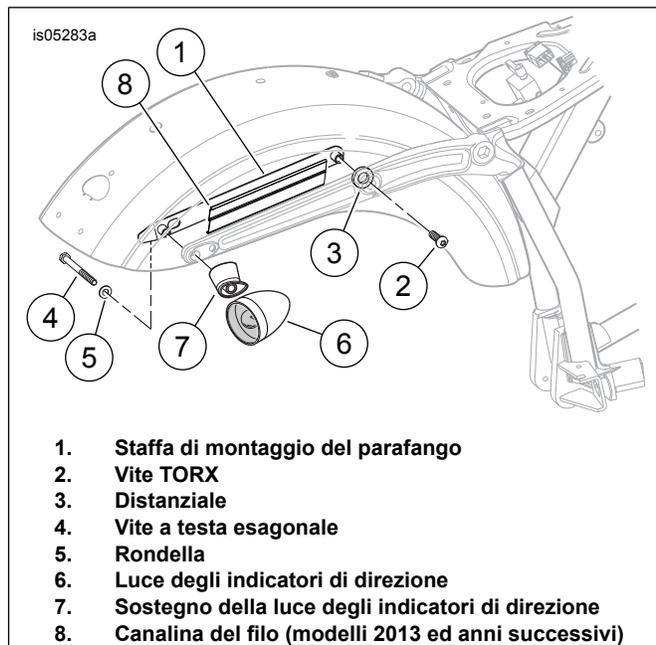

Figura 2. Togliere la luce degli indicatori di direzione dal parafrangente
9. Vedere Figura 2. Togliere la vite (2) sulla parte anteriore della staffa di montaggio del parafrangente (1).